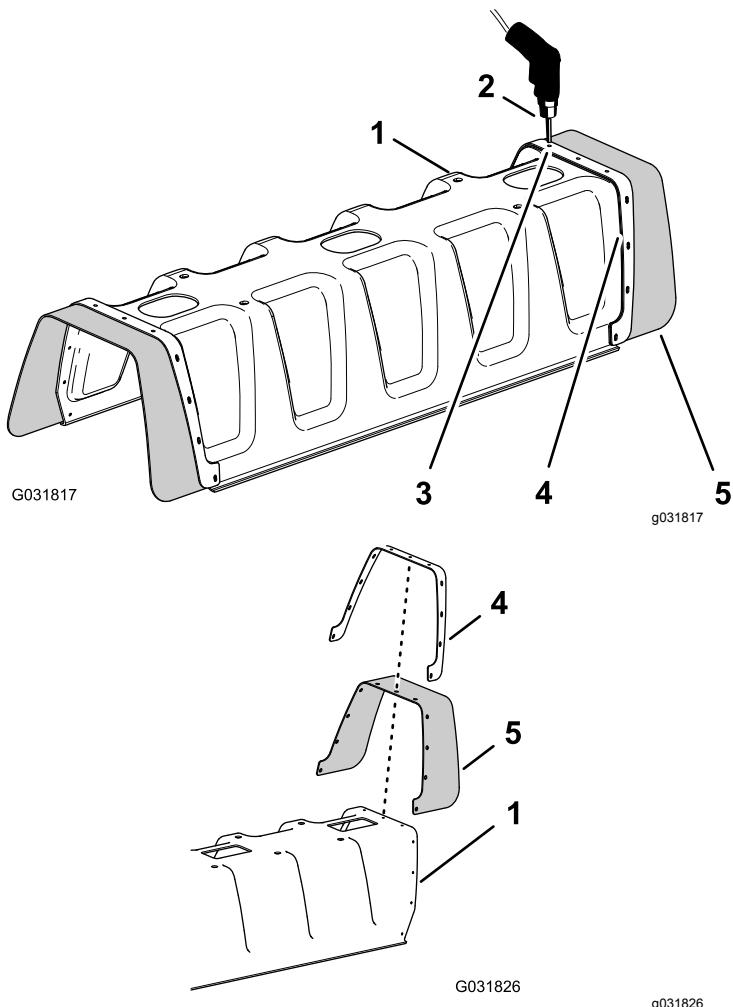

图148
1. 使用带 5mm 钻头的电钻为 11 个空心铆钉 **图148** 钻孔。这些铆钉用于将加强板带单排铆钉和橡胶盖固定到在 **6 拆掉可选护罩式喷洒臂组件的中间喷洒臂段护罩 11 嘴 (页码 15)** 的步骤 2 中卸下的、中间喷洒段 11 喷嘴喷洒段护罩的末端。
2. 从 11 喷嘴喷洒臂护罩上取下加强板、11 个垫圈 $3/16$ 英寸和橡胶盖 **图148**。